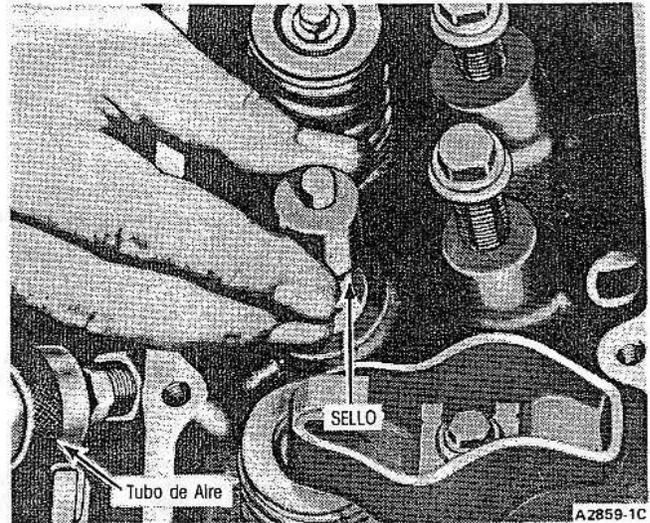

Fig. 16. Remoción o Instalación de Sello de Vástago de Válvula
6. Quite y deseche el sello del vástago de la válvula (Fig. 16).